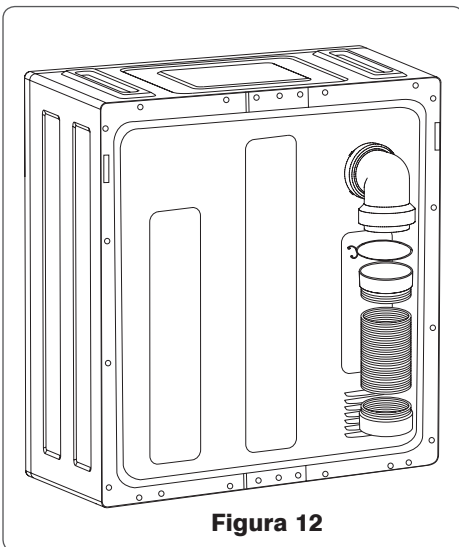

**Figura 11**
e. Com a ajuda de outra pessoa, instale a Secadora no suporte de parede (Figura 11).